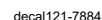

Рисунок 31
3. С помощью таблицы скоростей барабанов (на наклейке) **Рисунок 31** определите необходимую скорость вращения барабана.